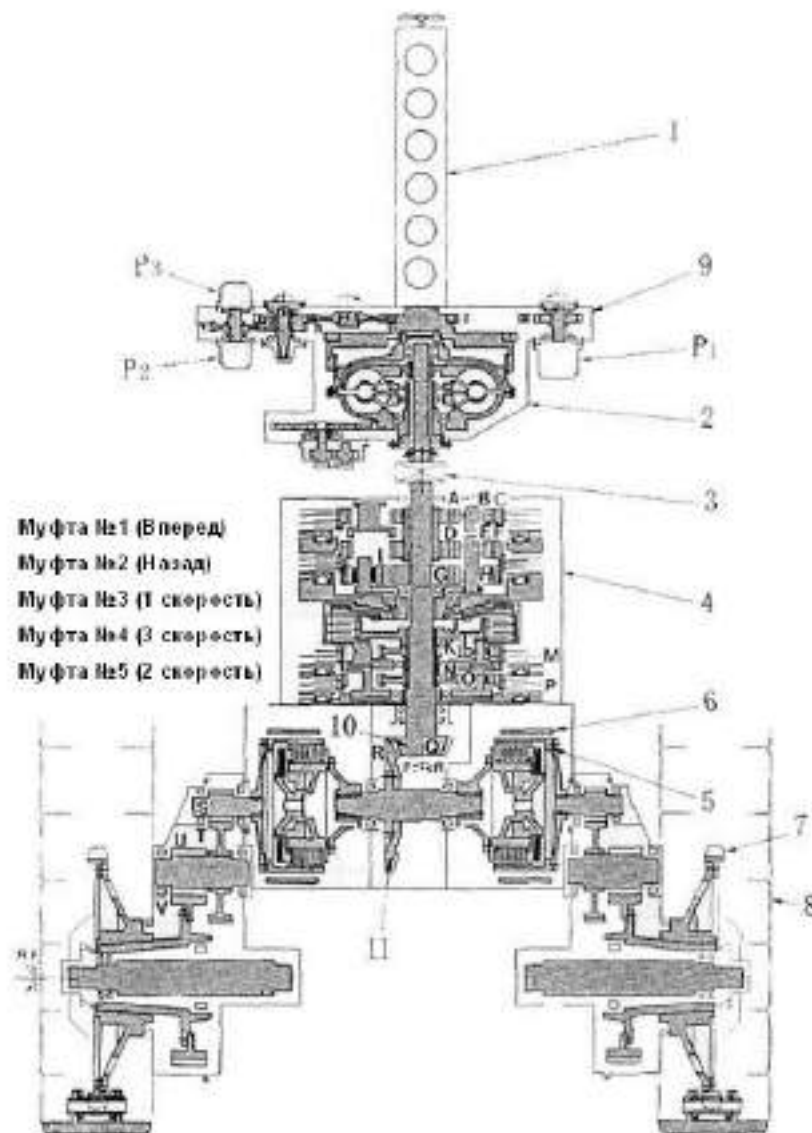

Рис. 1-4
1.2.10 Система трансмиссий (см. Рис. 1-4)